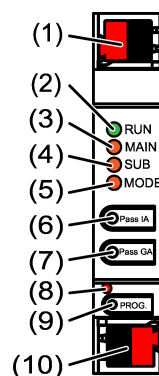

Bild 1: Frontansicht
Status-LED **RUN** zeigt den Zustand der Filterfunktionen, (siehe Bild 1).
- Busleitungen mit KNX Anschlussklemmen (siehe Bild 1) polungsrichtig anschließen.
- Übergeordnete Linie an der unteren Anschlussklemme (10) anschließen. Über diesen Anschluss wird das Gerät versorgt.
- Untergeordnete Linie an der oberen Anschlussklemme (1) anschließen.